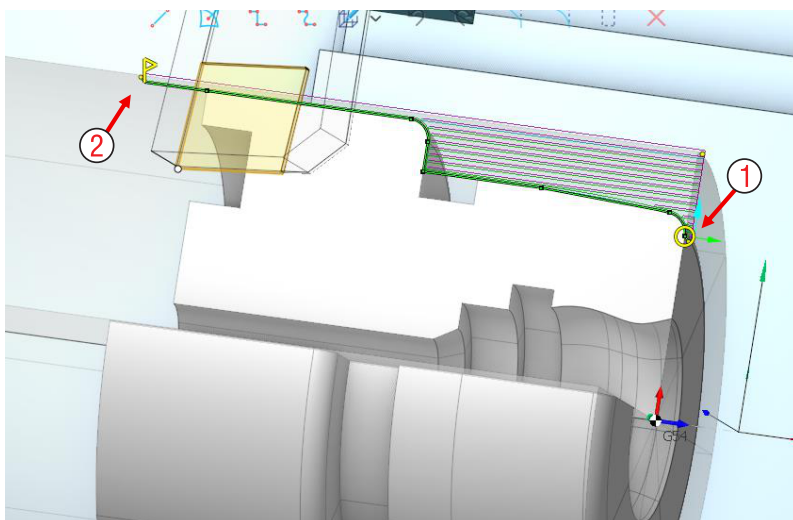

Рис. 10-7. Рабочее задание чернового наружного точения.
Далее надо уточнить область обработки. Для этого переходим в Рабочее задание. Система подсветила контур обработки и показала маркеры начала (1) и конца резания (2). Измените положение маркеров так, как показано на рис. 10-7. Торец уже обработан, потому начало смещаем до скругления; конечный маркер смещаем, чтобы не врезаться в кулачки патрона.